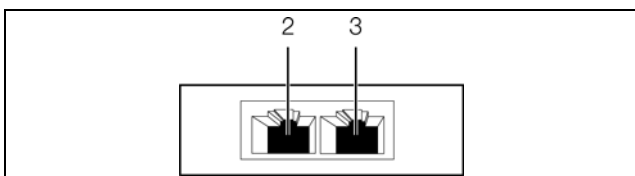

Рис. 7: Задняя сторона датчика вандализма
- Соедините датчик вандализма кабелем CAN-Bus с интерфейсом CAN-Bus Процессорного блока СМС III или с соседним компонентом в шине CAN-Bus (рис. 7, поз. 2).
- При необходимости подключите ко второму, свободному интерфейсу CAN-Bus датчика вандализма (рис. 7, поз. 3) следующий компонент (например, датчик другого типа).